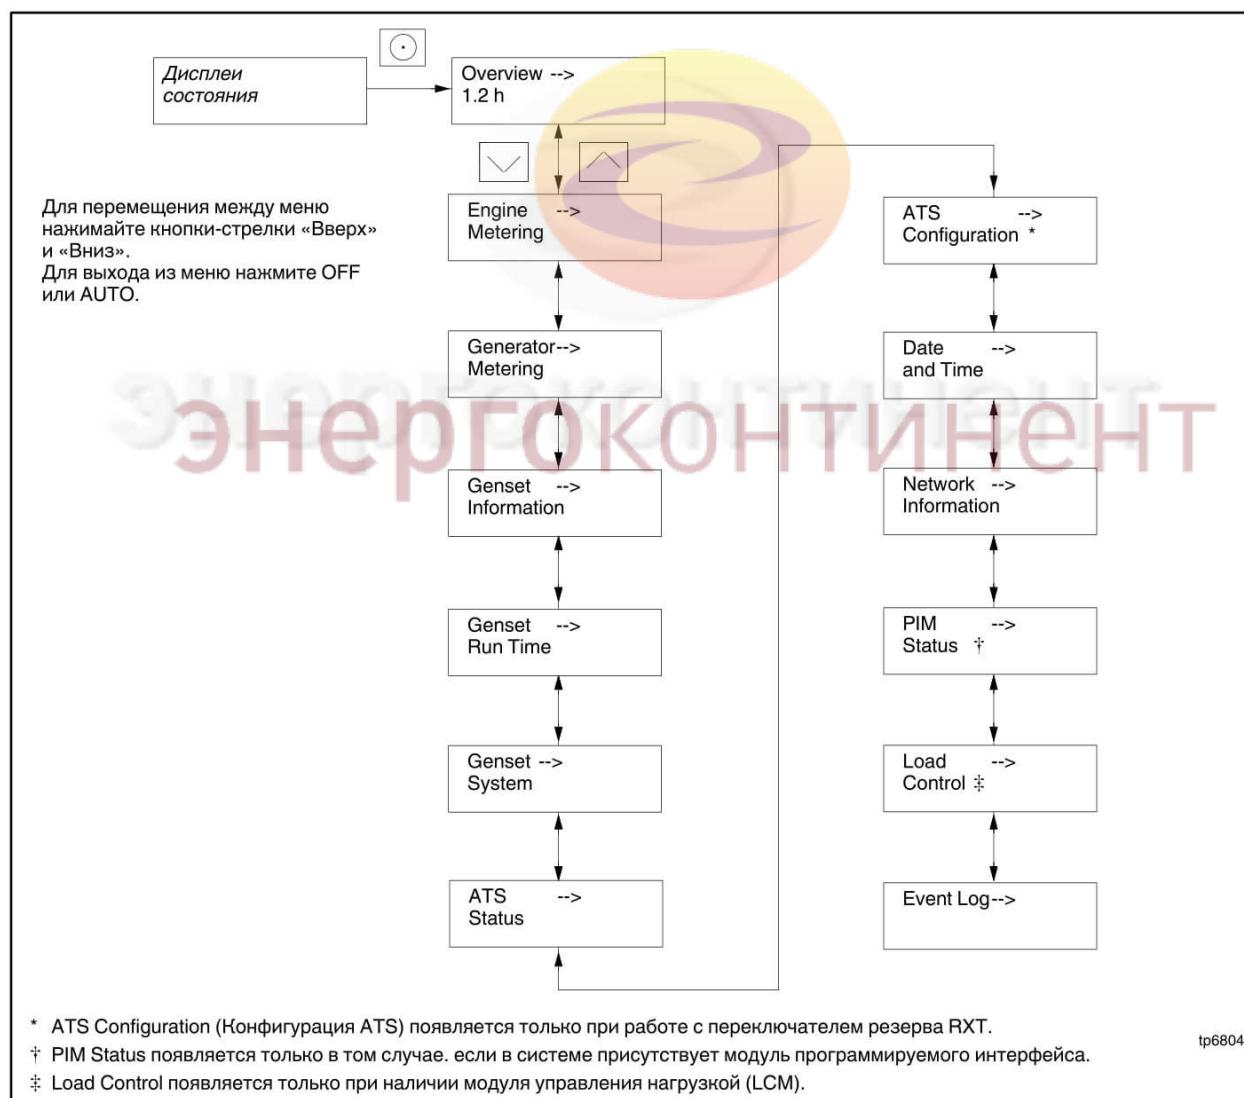

Рис. 3-9 Главное меню RDC2
2. Нажмите кнопку-стрелку «Вниз», пока не появится нужное меню. В данном примере используется меню Genset System (Система генераторной установки). См. Рис. 3-9.
2. Нажимайте кнопку-стрелку «Вниз», пока не появится нужное меню. См. Рис. 3-9. В этом примере настраиваются дата и время.
2. Нажмите кнопку «Выбрать», чтобы войти в главное меню. См. Рис. 3-9.
Чтобы вызвать главное меню, один раз нажмите кнопку «Выбрать». Появится Overview (Обзор). См. Рис. 3-9. Для перехода к следующему меню, Engine Metering (Измерение параметров двигателя), нажмите кнопку «Вниз». Перемещайтесь по меню, приведенному на Рис. 3-9, при помощи кнопок-стрелок «Вверх» и «Вниз».